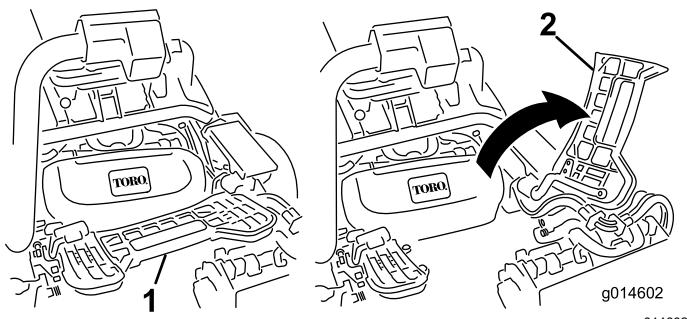

Figura 47
1. Sollevate il poggiapiedi e ruotatelo per aprirlo, creando accesso alla posizione dell'apparato di taglio centrale (Figura 47).